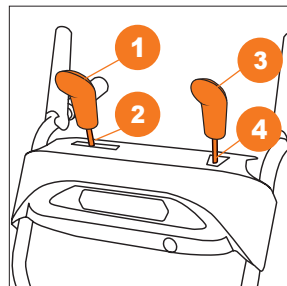

Рис. 36
- Накрутите рукоятки **1** **3** рычагов управления на соответствующие штанги **2** **4** (Рис. 36).